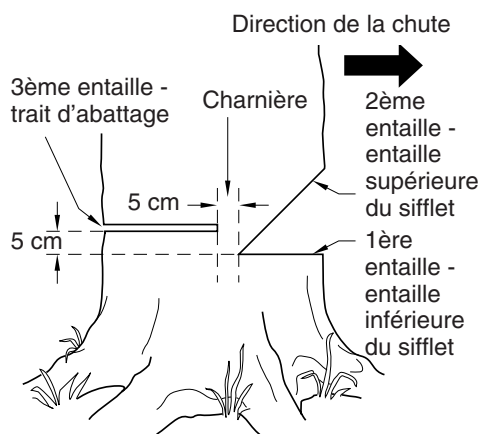

Figure 13 - Abattage d'un arbre
Un sifflet d'abattage correctement placé permet de déterminer la direction de la chute de l'arbre. Placer le sifflet d'abattage du côté de l'arbre où l'on veut qu'il tombe. (Voir la figure 13). Procéder de la façon suivante pour faire le sifflet.
1. Faire l'entaille inférieure aussi près du sol que possible. Tenir la tronçonneuse de manière à ce que la lame-guide soit horizontale. Tailler sur 1/3 du diamètre du tronc d'arbre. (Voir la figure 13). **Note:** Toujours commencer par faire cette entaille inférieure horizontale. Si l'on fait cette entaille en second, l'arbre risque de pincer la chaîne ou la lame-guide.
Exemple: Si l'entaille inférieure a 20 cm de profondeur, commencer l'entaille supérieure à 20 cm au-dessus de cette dernière. Scier vers le bas à un angle de 45°. L'entaille supérieure doit rencontrer l'extrémité de l'entaille inférieure. (Voir la figure 13).
1. De l'autre côté de l'arbre, faire le trait d'abattage à 5 cm au-dessus de l'entaille inférieure du sifflet. (Voir la figure 13). Faire le trait parallèle à l'entaille inférieure.
⚠ AVERTISSEMENT: Ne pas scier l'arbre complètement. Laisser environ 5 cm de bois non scié directement derrière le sifflet d'abattage. (Voir la figure 13.) Cette partie non sciée sert de charnière. La charnière empêche l'arbre de se tordre et de tomber dans la mauvaise direction.